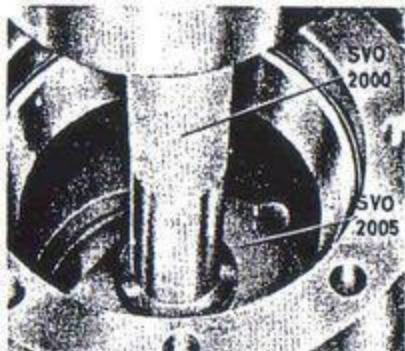

Bild 114. Demontering av ytterring.
- Demontera lagrets ytterring med hjälp av dorn SVO 2005 enligt bild 114. Gör ren navet.